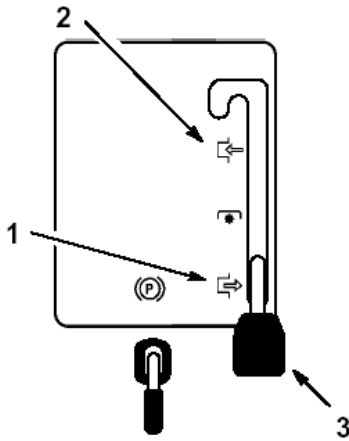

图4
- 2、将刀片控制（PTO）移至启动（图4）位置。
- 2、将刀片控制（PTO）移至“DISENAGED”止动位置。（图4）